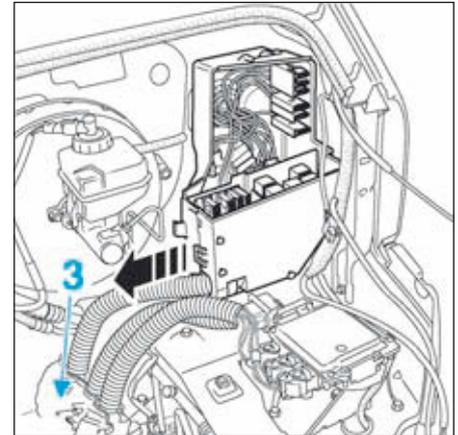

FIG.3
- le boîtier de raccordement (3) du longeron avant gauche (Fig.3).